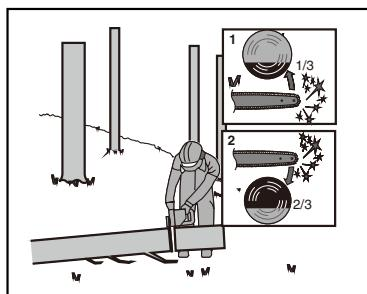

Fig. 4
Wanneer de stam aan één kant wordt ondersteund, zoals in Afbeelding 4, zaagt u 1/3 van de diameter vanaf de onderkant (underbuck) (1). Maak dan de uiteindelijke zaagsnede door vanaf de bovenkant te zagen (2) om de eerste zaagsnede te ontmoeten.